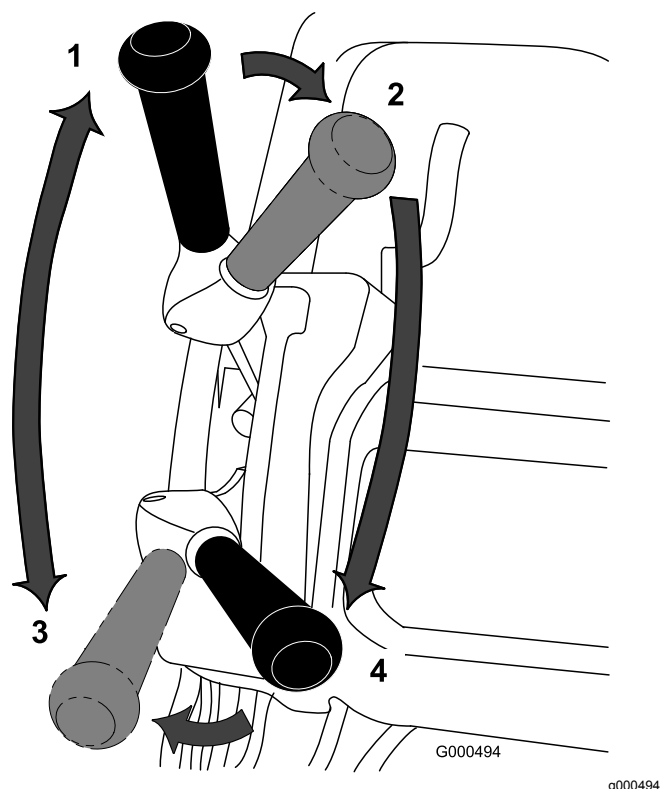

Figura 32
1. Ligue o motor, coloque o acelerador a uma velocidade reduzida, empurre a pega para levantar a unidade de corte, pressione o controlo de presença do operador, desloque a alavanca de tração e de engate da transmissão do cilindro para a posição FRENTE (transporte) e transporte a máquina até uma ponta do relvado (Figura 32).
2. Mova a alavanca para a posição de PONTO MORTO (Figura 32).
- Mova a alavanca de tração para a posição PONTO MORTO e a de transmissão do cilindro para DESENGATAR (Figura 32).
- Mova a alavanca de tração para a posição FRENTE e a de transmissão do cilindro para ENGATAR (Figura 32), aumente a velocidade do acelerador até que a máquina se desloque à velocidade pretendida, conduza a máquina para o relvado, desça a unidade de corte para o solo e comece o corte.